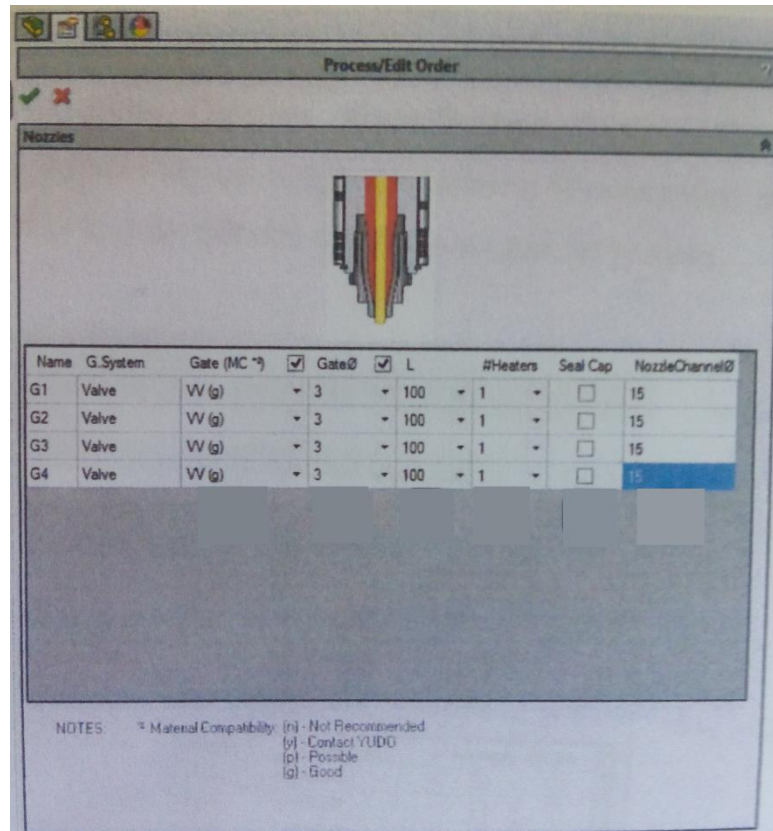

Figura 54- Características dos Nozzles
6. *Nozzles*- Neste campo vai-se caracterizar os bicos do sistema e das ponteiros a utilizar figura 54: